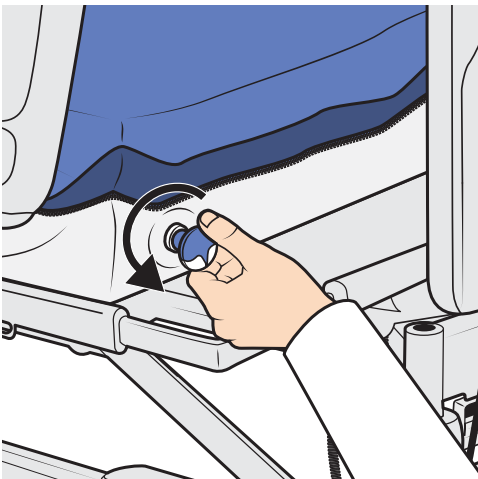

Figura 57
2. Rode a válvula (por baixo do símbolo da válvula) nos coxins totalmente para a esquerda. Consulte a Figura 57